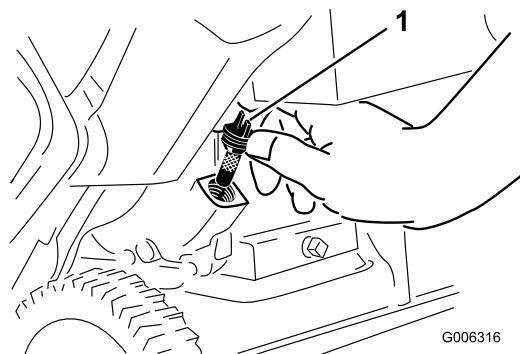

Figure 29
7. Dévissez et retirez le bouchon de remplissage (Figure 29).
6. Nettoyez la surface autour du bouchon de remplissage (Figure 29).